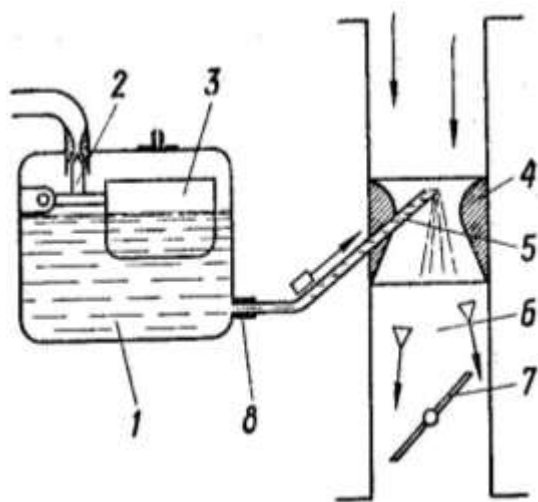

Рис. 1
1. Користуючись розданими схемами (рис. 1), розглянути будову і принцип дії найпростішого карбюратора. Послідовно в'ясувати призначення поплавкової камери, поплавка, голчастого клапана, дифузора, розпилювача, жиклера, дросельної заслінки. З'ясувати, який принцип дії найпростішого карбюратора, чим обумовлені недоліки найпростішого карбюратора.